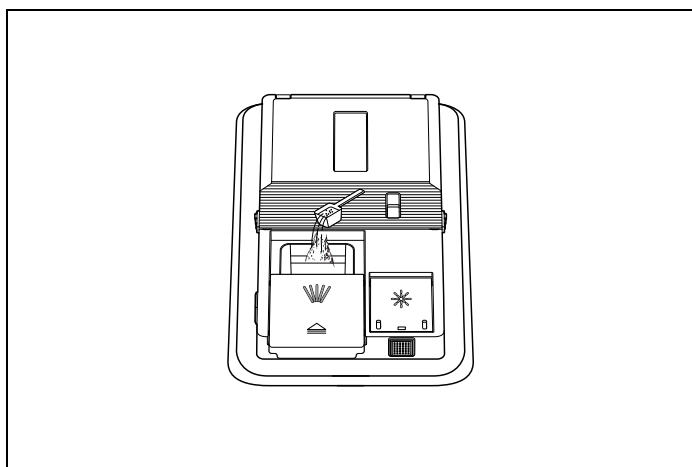

Fig. 62
- 2) Hæld/læg opvaskemidlet i dispenseren (Fig. 62).